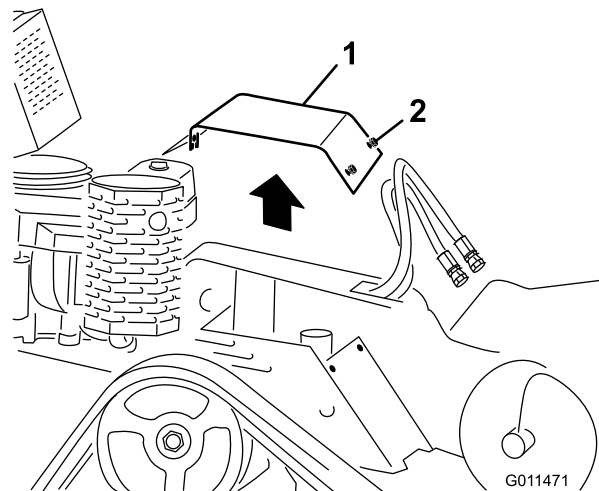

Figura 25
3. Allentate uno dopo l'altro i tre bulloni che fissano la piastra di copertura al telaio, fino a liberare completamente il coperchio (Figura 25).
2. Fate scorrere la piastra di copertura nella sua sede e fissatela con i tre bulloni allentati in precedenza (Figura 25).